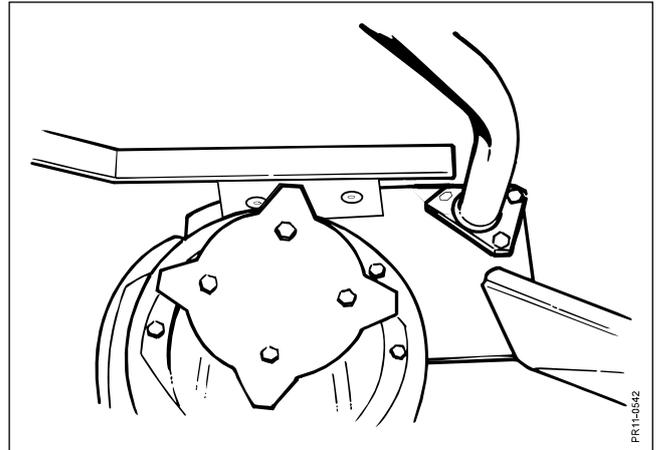

Fig. 1-8
- Fig. 1-8:** (Nur SB 2800) Die Abstützung und der Strohteilbügel werden montiert.